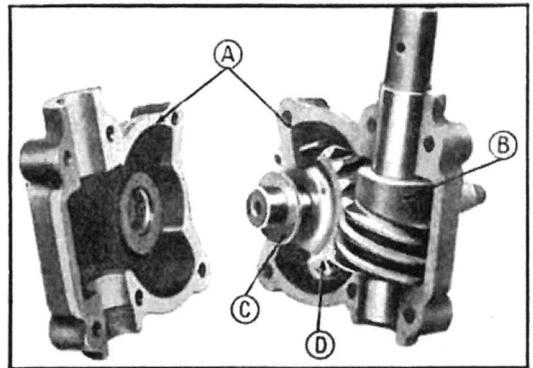

Fig. 224. — Boîtier de direction ouvert.
- 3.—Usiner une rondelle de réglage d'épaisseur correspondant au jeu à supprimer et s'assurer par un nouveau montage provisoire du secteur, que ce dernier peut tourner librement dans le boîtier et sans jeu latéral (*fig. 224*).